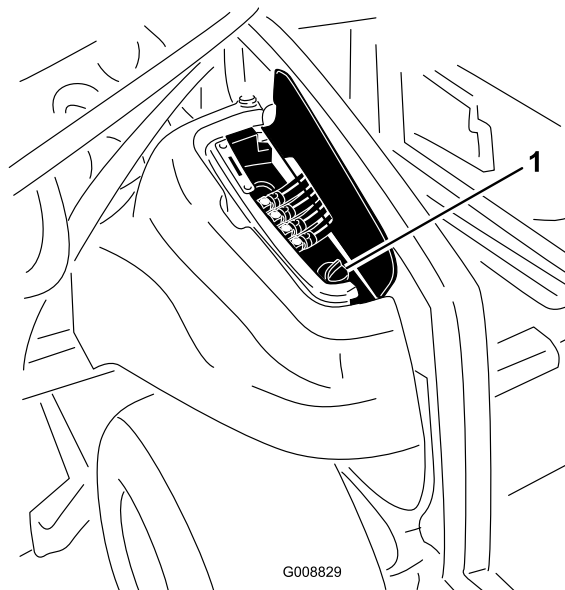

Bild 88
2. Heben Sie rechts an der Maschine die Abdeckung an, um den Hydraulikbehälterdeckel frei zu legen (Bild 88).
3. Reinigen Sie den Bereich um den Einfüllstutzen und den Deckel des Hydraulikölbehälters (Bild 88). Drehen Sie den Deckel vom Einfüllstutzen ab.